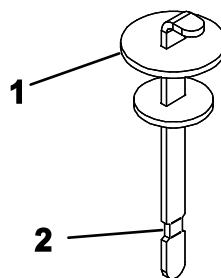

図 62
4. 補給口の首からディップスティックを抜き、ウェスできれいに拭く。もう一度首に差し込んで引き抜き、オイルの量を点検する。ディップスティックのマークまであれば適正である 図 62。